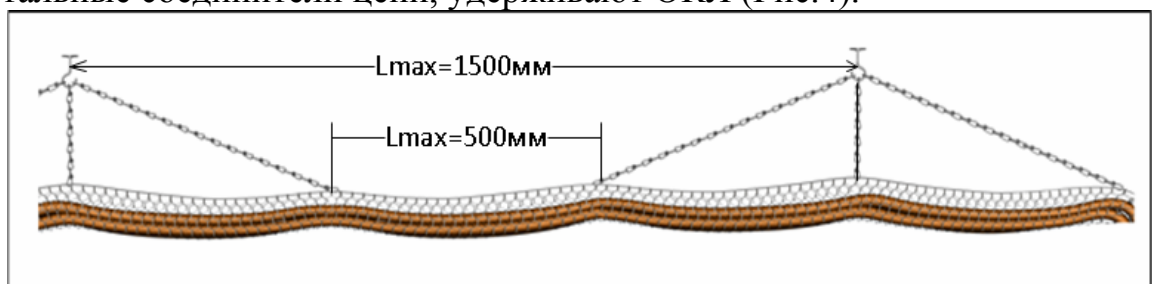

Рисунок 4. Пример крепления Спецкаблайн-К на витой цепи.
1.5.3. Когда необходимо увеличить расстояние между точками крепления к винт-крючкам, закрепленным в несущей поверхности, присоединяются отрезки стальной витой цепи. Другие концы этих отрезков, через стальные соединители цепи, удерживают ОКЛ (Рис.4).